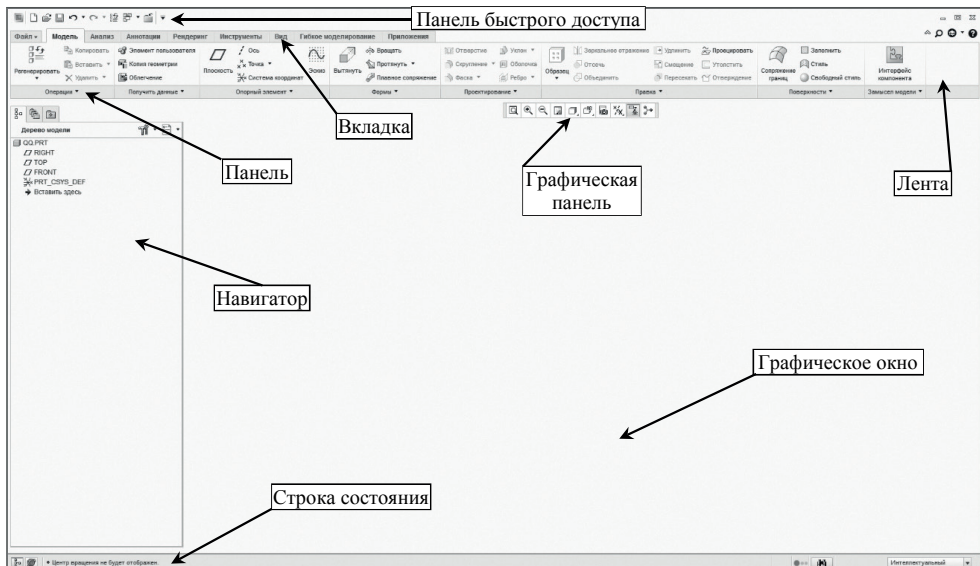
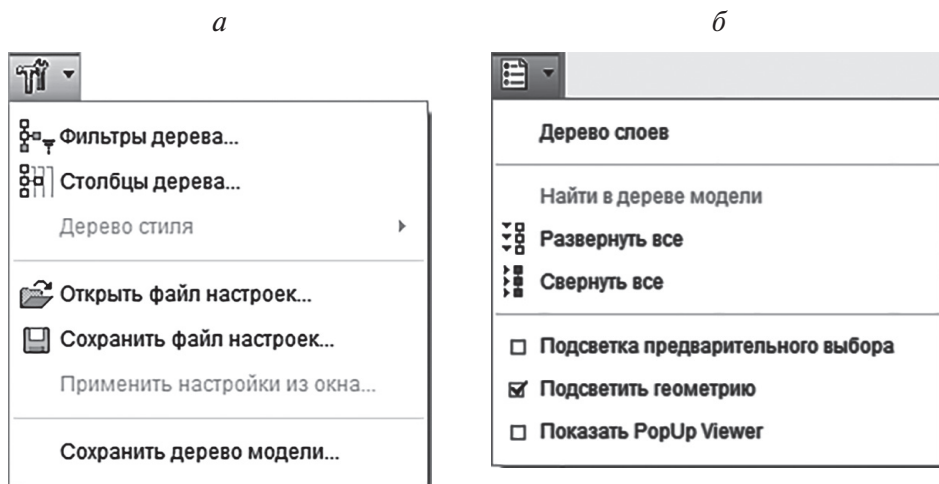

Рис. 1.52. Интерфейс Creo Parametric
Рис. 1.53. Кнопки Настройки (*а*) и Показать (*б*)
Главный интерфейс Creo Parametric (рис. 1.52) включает в себя следующие области: *Графическое окно*; *Инструментальную ленту*, содержащую ряд *Вкладок*, каждая из которых содержит несколько *Панелей* (*Панель быстрого доступа*, *Графическую панель*); *Навигатор* и *Строку состояния*. Состав и набор вкладок *Инструментальной ленты* меняются в соответствии с режимом работы. На рис. 1.52 показана *Инструментальная лента* в режиме создания модели детали.
- *Навигатор папок*  — обеспечивает доступ к папкам на вашем компьютере или в сети (см. *Навигатор* на рис. 1.52).
На закладке *Дерево модели* имеются кнопки **Настройки** (рис. 1.52, *а*) и **Показать** (см. рис. 1.53, *б*), при нажатии на которые открываются дополнительные меню, позволяющие изменить представление дерева моделей или переключиться в дерево слоев.
осуществляется с помощью кнопки **Именованные виды** () , расположенной в *Графической панели* (см. рис. 1.52). По умолчанию в модели сохранены следующие именованные виды: BACK, BOTTON, FRONT, LEFT, RIGHT, TOP (СЗАДИ, СНИЗУ, СПЕРЕДИ, СЛЕВА, СПРАВА, СВЕРХУ соответственно).